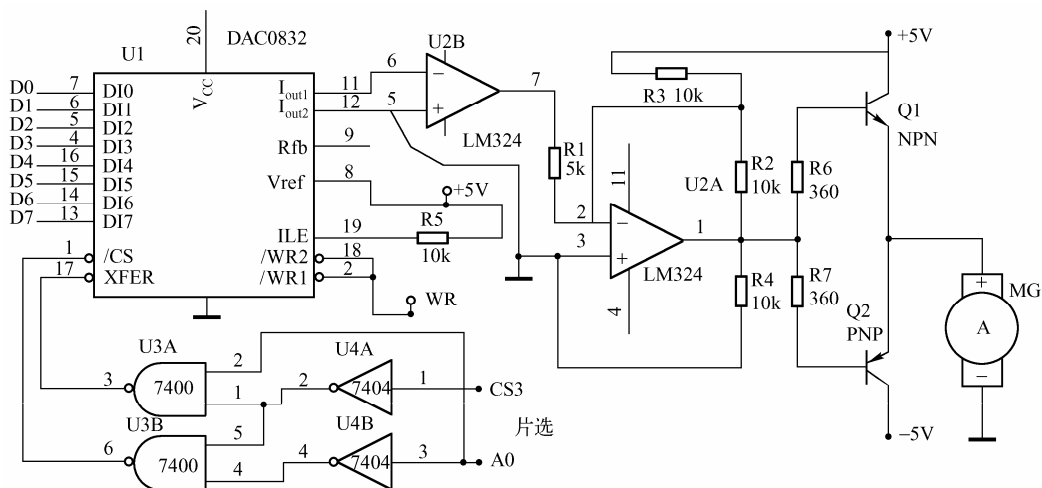

图 6.43 D/A 转换驱动小直流电机
(1) 利用 DAC0832 编程输出一串脉冲，经功率放大后驱动小直流电机，改变脉冲电平 和脉冲宽度，达到使电机正转、反转、加速、减速之目的，利用 P1 口接 8 个开关 K1~K8 来控制电机的正反转，8 个开关中实现正转 4 种转速，反转 4 种转速，电机采用 OCL 双管正负电源驱动，NPN 管导通时正转，PNP 管导通时反转，改变正负脉冲宽度比来控制转速，当数字量为 80H 时模拟量输出为 0V，这时不转，当数字量大于 80H 时输出为正，否则输出为负，本实验选择了三个数字量，通过延时完成实验，如图 6.43 所示，其中单片机 P1 口接 8 个开关，数据口 P0 接 D0~D7、P3.6 接 WR，片选 CS3 由单片机地址经译码得到，A0 为地址，LM324 为前置放大，二个三极管作功放，MG 为小电机。